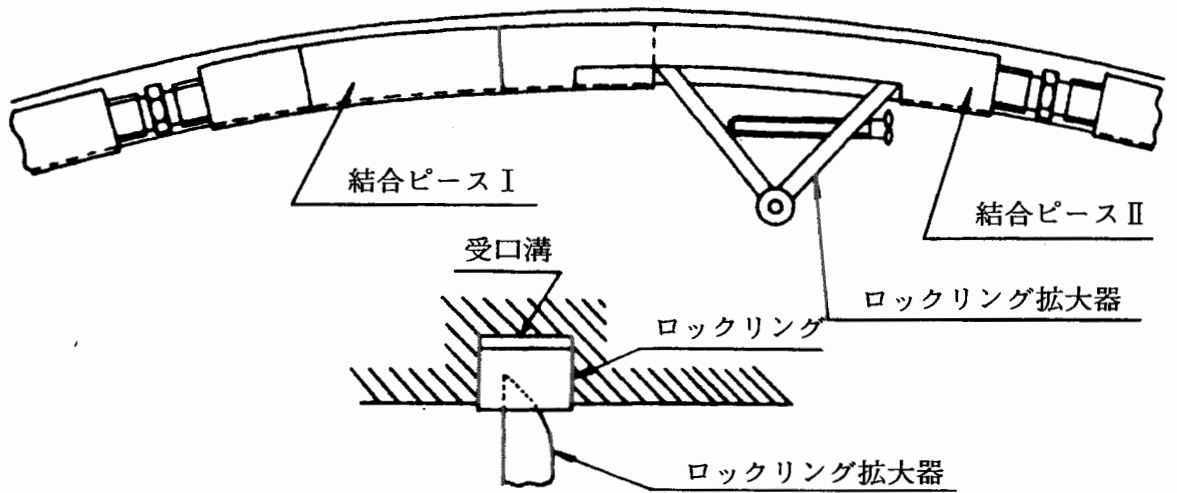

図10 ロックリング拡大器の装着
(2) 受口溝内ロックリングは、そのままでは自重により管頂部では垂れ下がるので、ロックリング拡大器を図10の位置にセットしてロックリングを拡大し、ロックリング